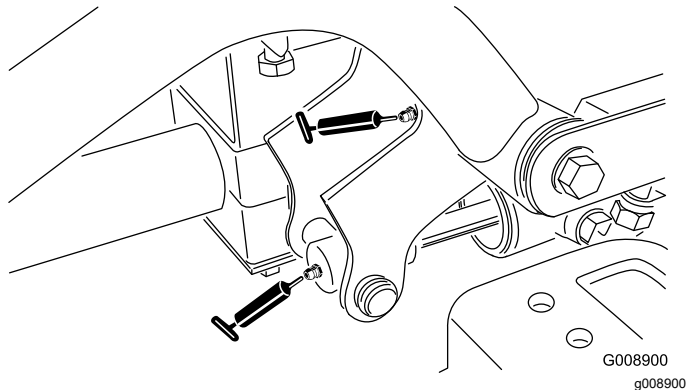

Bild 65
- Rechte vordere Hubarm-Drehbüchsen und Hubzylinder (zwei Schmiernippel – Bild 65)